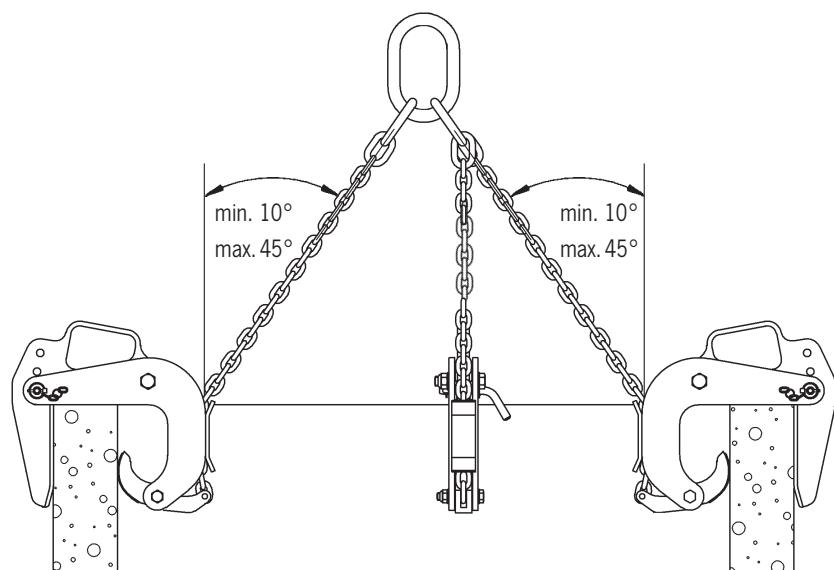

Fig. 2
- De hellingshoek β van het aan de grijpers verbonden kettingwerk moet tussen 10° en 45° zijn (Fig. 2).
dan 45° en niet kleiner dan 10° (Fig. 2).